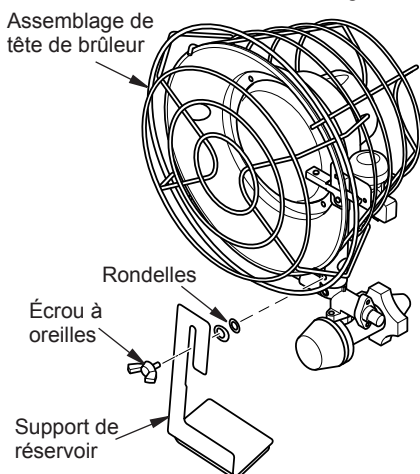

Figure 1 - Fixation de l'assemblée un brûleur au support de réservoir
- sur le brûleur. Utilisez l'écrou papillon et rondelles pour fixer le support du réservoir au brûleur comme le montre la figure 1.